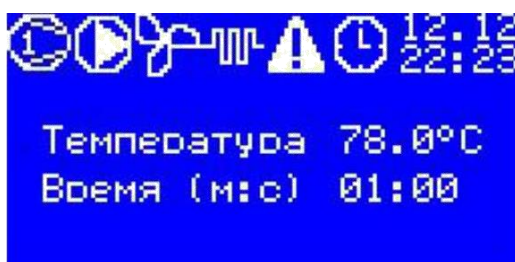

Рис. 6 - Главный экран
- в режиме главного экрана (см. Рис. 6), на котором отображается текущая информация о состоянии системы (текущая температура камеры, заданное время прохождения камеры, информация о работающих устройствах или наличие аварий) нажмите один раз клавишу ВНИЗ (ВВЕРХ) - появится экран изменения уставки